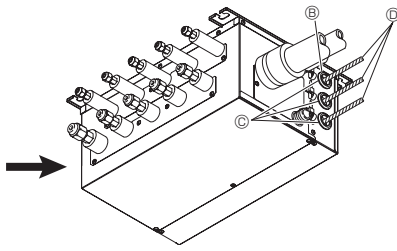

Fig. 9-2
3. Kabloyu şube kutusunun içine geçirin. (Fig. 9-2)
7. Şube kutusu dışarı monte edildiğinde, yağmur suyunun girmesini önlemek için kablo girişlerinin macunla kapatıldığından emin olun. (Fig. 9-2)